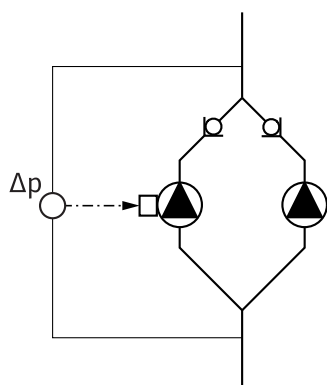

Fig. 13: Príklad, prípojka snímača tlakového rozdielu
- Napríklad na Fig. 13 je čerpadlom master ľavé čerpadlo v smere prúdenia. Na toto čerpadlo pripojte snímač tlakového rozdielu.
Meracie body snímača tlakového rozdielu čerpadla master musia v príslušnom zbernom potrubí ležať na nasávacej a výtlačnej strane zariadenia s dvoma čerpadlami (Fig. 13).